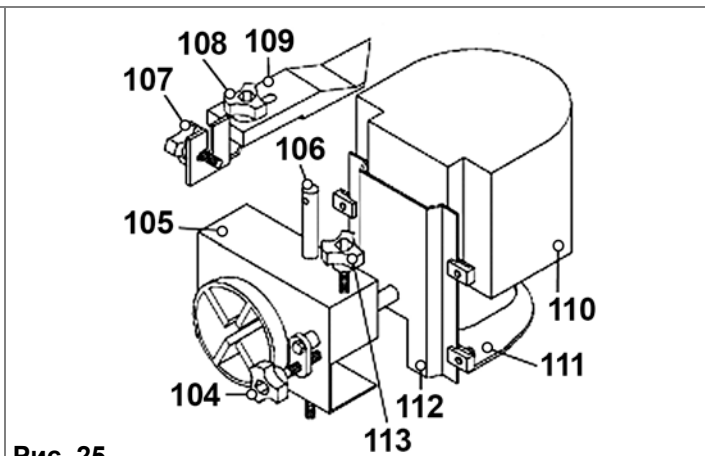

Рис. 25
8.10. Установка блока защитного кожуха для криволинейного фрезерования, Рис. 25 – 27